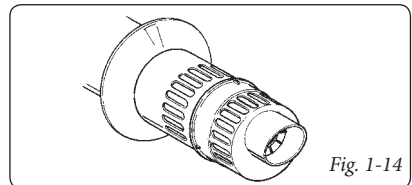

Fig. 1-14
- Griglia esterna (Fig. 1-14). Il terminale di aspirazione/scarico Ø 60/100, se correttamente installato, si presenta all'esterno dell'edificio in modo gradevole. Assicurarsi che il rosone in silicone di tamponamento esterno sia correttamente a battuta al muro esterno.